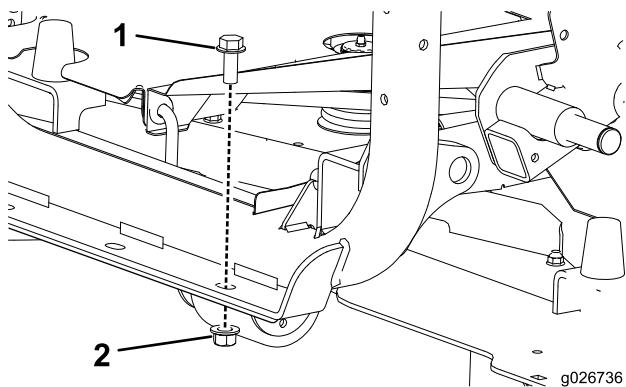

Figure 23
- Sur le côté droit de la machine, retirez l'écrou et le boulon qui fixent le cadre arrière au cadre avant (Figure 23).